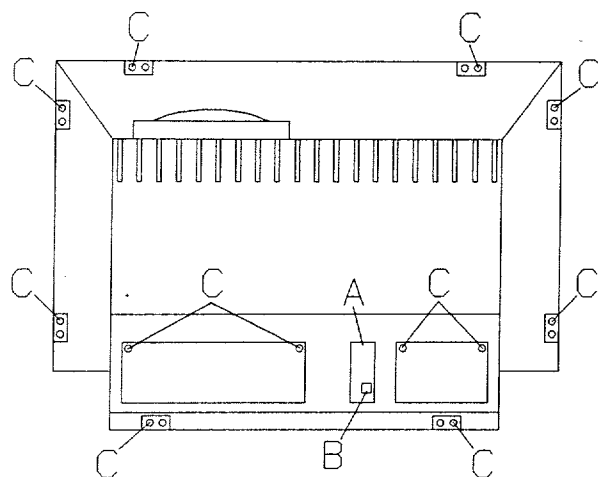

Fig 4.1
**1. Smontaggio del pannello posteriore (Fig. 4.1)**